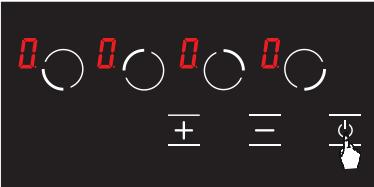

Abbildung 8
1. Ⓛ durch Berühren der Taste kann der Herd eingeschaltet werden. (siehe Abb. 8)